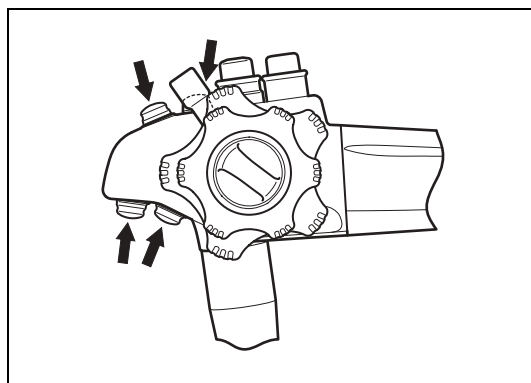

Figura 4.2
- 1 Apăsați fiecare buton de pe corpul de control al endoscopului și asigurați-vă că se aude un ton de confirmare. (Consultați Figura 4.2.)**